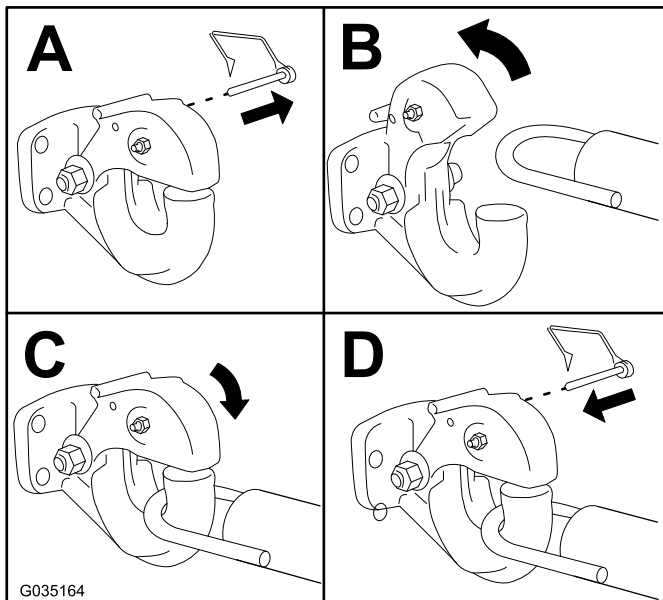

Figura 24
- Enganche la máquina como se muestra en Figura 24.